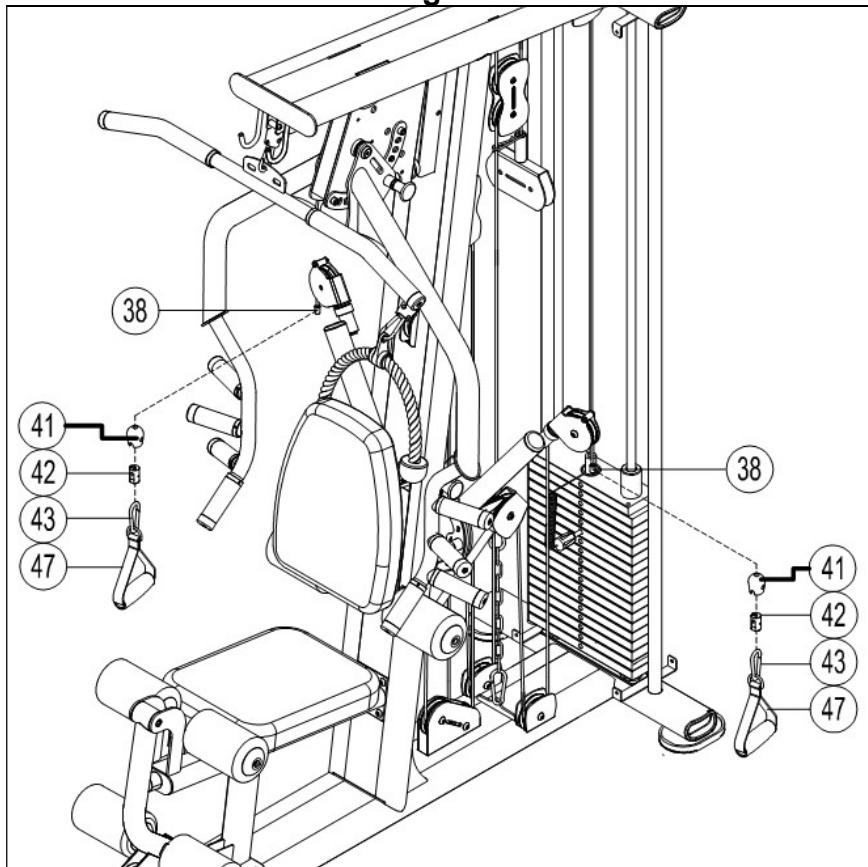

Fig.21
21.- Coloque las tapas (52), (53), (54), (55) usando los tornillos (118) y las arandelas (105), Fig.21.